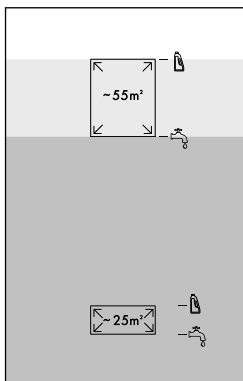

Abb. 9
- ◆ Füllen Sie für große Flächen  (bis zu 55 m²) Leitungswasser oder destilliertes Wasser bis zur dritten Füllstand-Markierung  in den Frischwasserbehälter ⑪ (siehe Abb. 9).
- ◆ Füllen Sie für große Flächen  (bis zu 55 m²) Reinigungsmittel bis zur vierten Füllstand-Markierung  in den Frischwasserbehälter ⑪ (siehe Abb. 9).